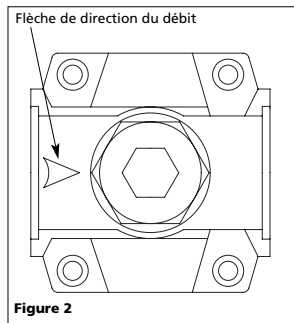

Figure 2
1. Trouver la flèche de la direction du débit d'air (voir Figure 2, particulier). Cette flèche indique la direction du débit d'air, soit, indique la sortie d'air.
5. Vérifier que la flèche pointe vers la sortie. (Voir la Figure 2)